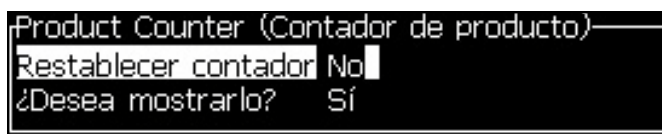

Figura 4-16. Cuadro de diálogo *Product Counter* (Contador de productos)
- 3 Pulse la tecla **Enter** para abrir el cuadro de diálogo del contador de productos (Figura 4-16).